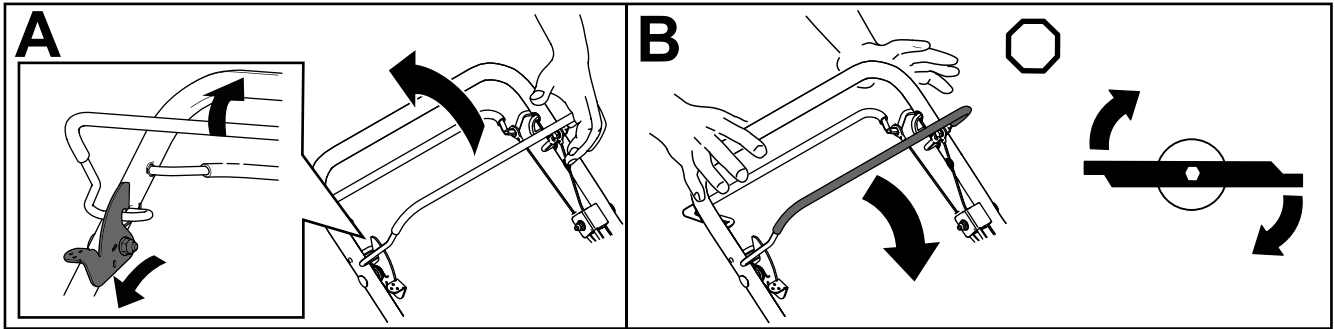

Figura 18
1. Empuje la palanca de bloqueo de la barra de control de las cuchillas hacia adelante para liberar la barra de control de las cuchillas (Figura 18, A).
2. Tire de la barra de control de las cuchillas hacia el manillar y suelte la palanca de bloqueo de la barra de control de las cuchillas; las cuchillas deben engranarse (Figura 18, A).
3. Suelte la barra de control de las cuchillas para desengranar las cuchillas (Figura 18, B). La palanca de bloqueo del control de la cuchilla vuelve a su sitio inicial para bloquear la barra de control de la cuchilla.